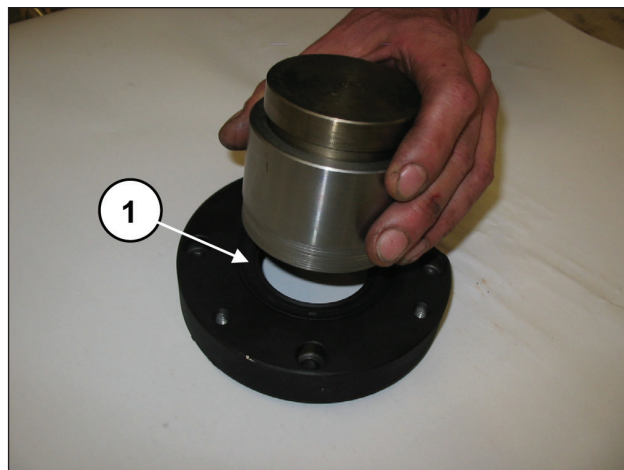

Fig. 64
Insérer le joint d'étanchéité radial dans le cache roulement de la prise de force à l'aide de l'outil réf. 27548200 (rep. ①, Fig. 64).